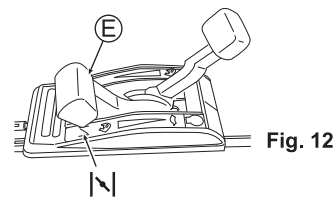

Fig. 12
3. Coloque a alavanca do acelerador (E) na posição de "N". (Veja a fig. 12) (O motor pode ser acionado com a alavanca em "N" quando está quente.)